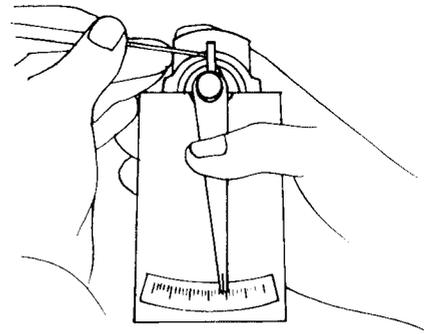

Bild 61
- Die Lehre auf den bestimmten Gradwinkel für die Auslasswelle oder die Einlasswelle und die betreffenden Motoren setzen (Bild 61). Unterschiedliche Winkel gelten für die verschiedenen Motoren und sind der nachstehenden Tabelle zu entnehmen.